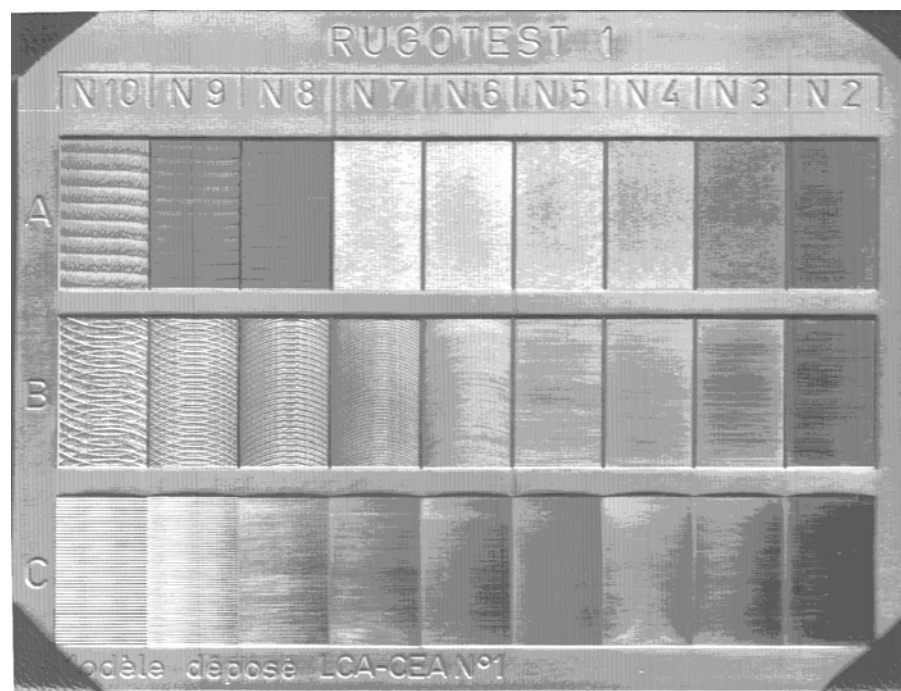

Figure 29
a) Contrôle par comparaison visiotactile (figure 29)